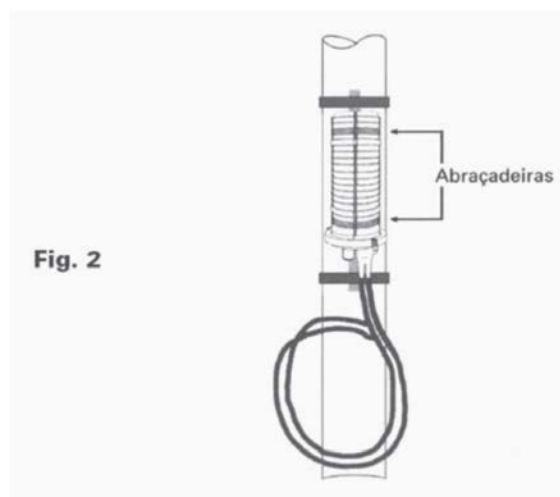

Fig. 2
Posicione a cabeça do parafuso fornecido no suporte, no furo da barra existente na caixa subterrânea (BARRA AC) e gire para direita até encaixar ficando na posição diagonal. Posicione os rasgos da barra nos parafusos e prenda com as porcas fornecidas, na posição horizontal. FIG. 2.
3. Posicione o FIST sobre a barra e fixe-a na posição indicada, utilizando as abraçadeiras de aço fornecidas no suporte. FIG. 2.
2. fixe a caixa no mensageiro. (FIG. 2)